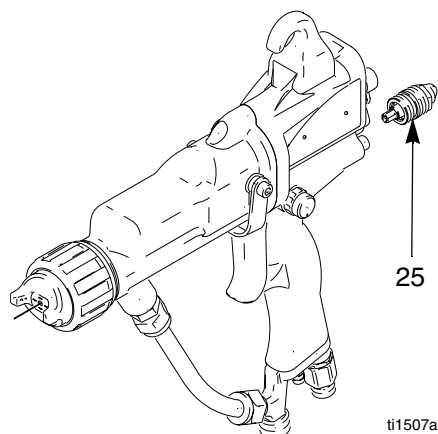

Fig. 20 Vätskeinställningsventil
2. Demontera vätskeinställningsventilen (25). Den kan bara bytas som en komplett enhet. Se Fig. 20.
3. Skruva in ventilen (25) i pistolhandtaget. Dra åt till moment 1,7-2,8 N.m.